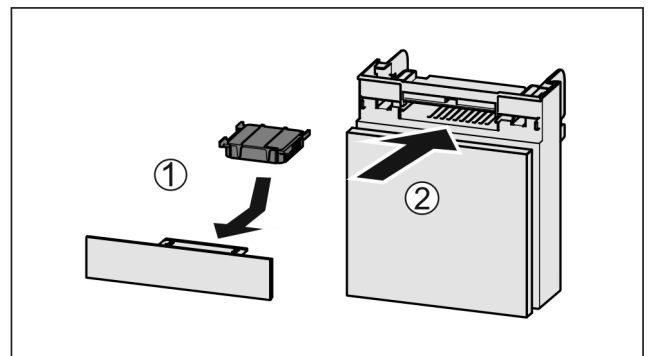

Fig. 127
- ▶ Coloque el filtro de carbón activo según se indica en la ilustración *Fig. 127 (1)*.
- ▶ Introduzca el compartimento *Fig. 127 (2)*.